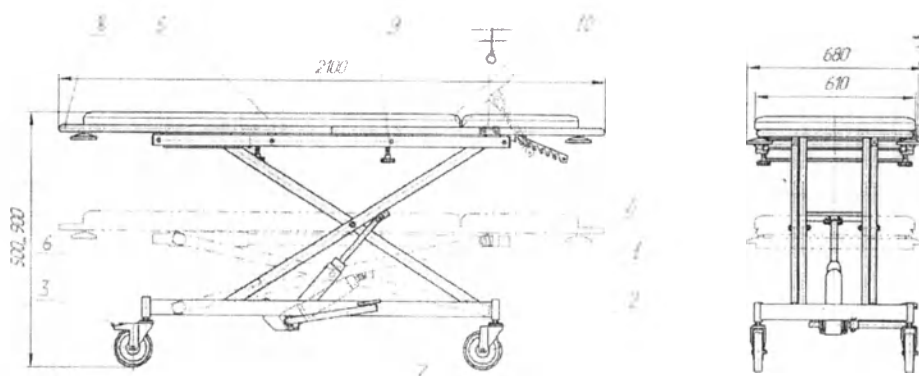

Рисунок 1
2.1 Тележка (см. рисунок 1) имеет основание 1, сваренное из стальных труб и установленное на четыре самоориентирующие колеса 2, два из которых имеют тормоз 3. На основание 1 установлен крестообразный рычажный механизм 4 подъема и опускания ложа 5 и гидропривод 6 с педалью 7 при нажатии на которую вниз происходит подъем ложа, опускание ложа происходит при нажатии на педаль вверх. Панель ложа оснащена ручками 8 за которые осуществляется транспортировка тележки. Панель также оснащена снимаемыми ограждениями (конструктивно не показаны) которые вставлены во втулки 9 и зафиксированы там резьбовыми зажимами. Для фиксации пациента ограждение устанавливается вверх, а если не нужно, то вытаскивается из втулок 9 переворачивается снова вставляется и смотрит вниз не мешая перекладывать пациента.